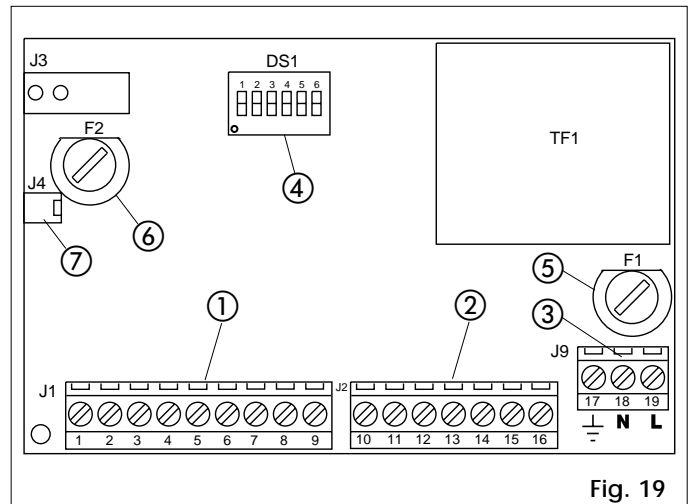

Fig. 19
Fusibili di protezione	N° 2 (vedi fig. 19)
① **Morsettieria J1** (fig. 19) a bassa tensione è utilizzata per collegare tutti gli accessori (vedi tab. 3).
② Morsettiera J2 (fig. 19)
③ Morsettiera J9 (fig. 19)